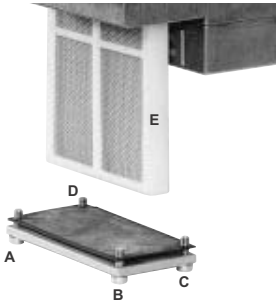

Fig. 37
- 2 Rimuovere le viti A ÷ D (Fig. 37).
- 3 Sostituire la cartuccia del filtro E (Fig. 37).